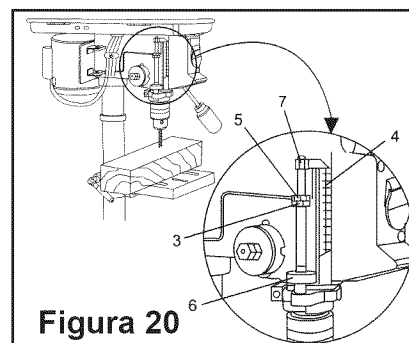

Figura 20
4. Haga girar la tuerca del cable inferior (3) hacia abajo para ponerse en contacto con la profundidad stop lug (6) en la cabeza (Figura 20).
5. Haga girar la tuerca superior (5) hacia abajo y apriete contra la tuerca del cable inferior (3) (Figura 20).
#### Profundidad escala método (Figura 20)